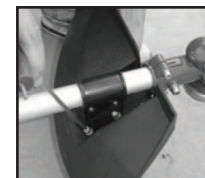
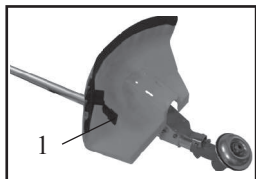

рис.3
рис.4
6.3.1 Расположите защитный кожух над штангой гибкого вала как показано на рис.3
Внимание! Перед работой, не забудьте снять с ножа ограничителя длины лески 1 (рис. 4) защитный чехол. Соответственно, по окончании работы наденьте чехол обратно.
3. Верхний кант кустарника (рис.3) надо слегка закруглить и в заключении слегка подрезать кустарник вертикально в зоне земли (рис.4).